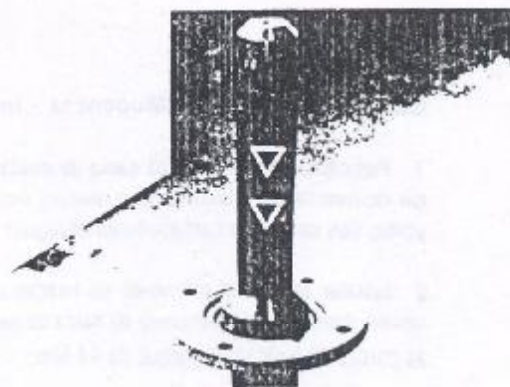

Figura 3.01.12 - Instalação do vedador do flange
19. No caso do vedador de óleo do flange do eixo piloto haver sido removido, instalar um novo vedador com a ferramenta G.3.01.05A (Figura 3.01.12).